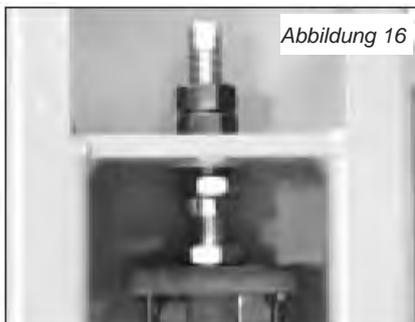

Abbildung 16
- Schrauben Sie die oberen Muttern an, aber nicht fest (Abbildung 16).